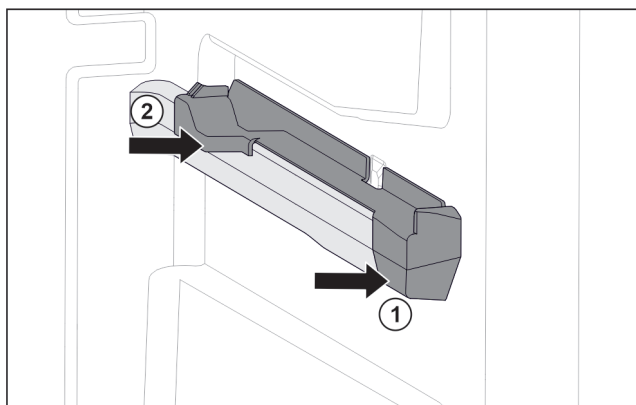

Fig. 27 Nasazovací díl na pravém žebrování na nádoby
- ▶ Nasadte nasazovací díl na žebrování na nádoby. Fig. 27 (1)
- ▶ Přitlačte nasazovací díl k zadní části. Fig. 27 (2)